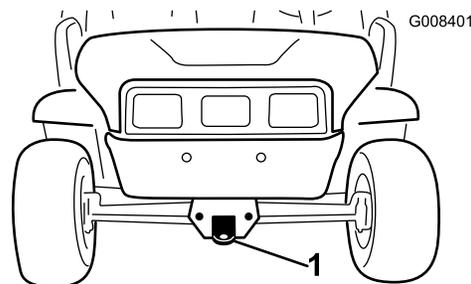
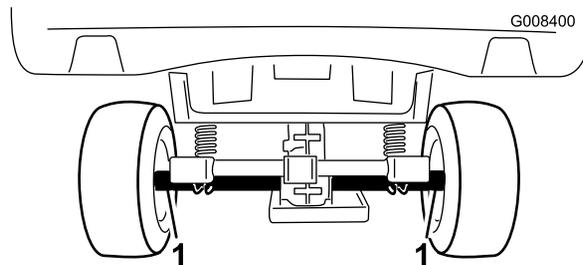

Figura 20
Figura 21
Utilize um atrelado para mover máquina em longas distâncias. Verifique se a máquina se encontra bem presa ao atrelado. Consulte a Figura 20 e a Figura 21 para localizar os pontos de fixação do veículo.
2. Ate um cabo de reboque ao garfo, na parte dianteira do chassis da máquina (Figura 20).